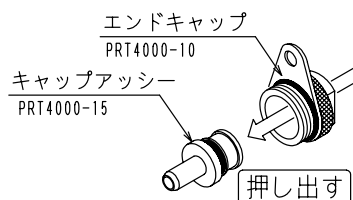

図 1 1 - 2
(3) M C S コンプリートキットからコレクター及びコレクターロックナットを緩めて外してください。(図 1 1 - 3)